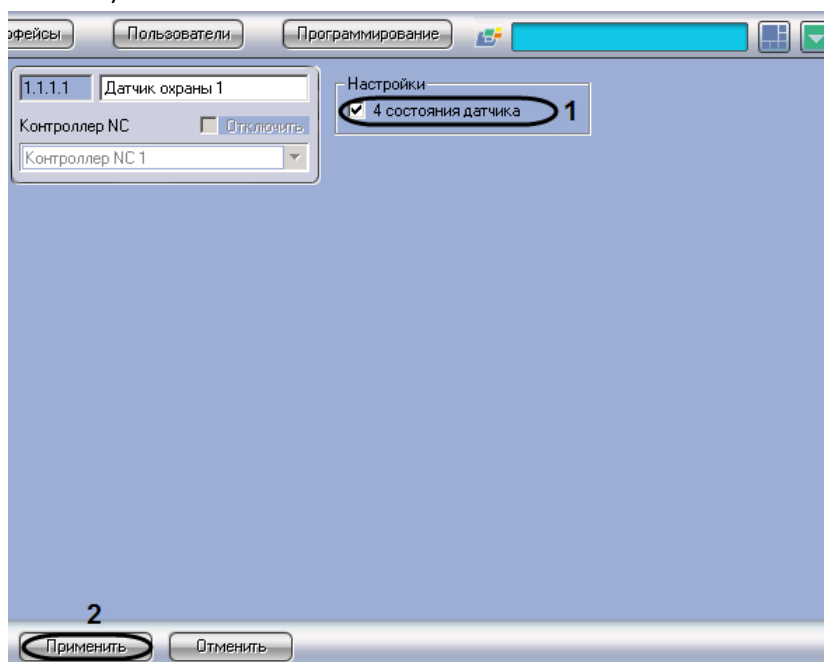

Рис. 3.4—14 Настройка охранного датчика
2. Установить флажок **4 состояния датчика** для переключения шлейфов охранного датчика в режим контроля 4-х состояний: Нормально, Тревога, Обрыв, Короткое замыкание (см. Рис. 3.4—14, **1**).
3. Нажать кнопку **Применить** (см. Рис. 3.4—14, **2**).